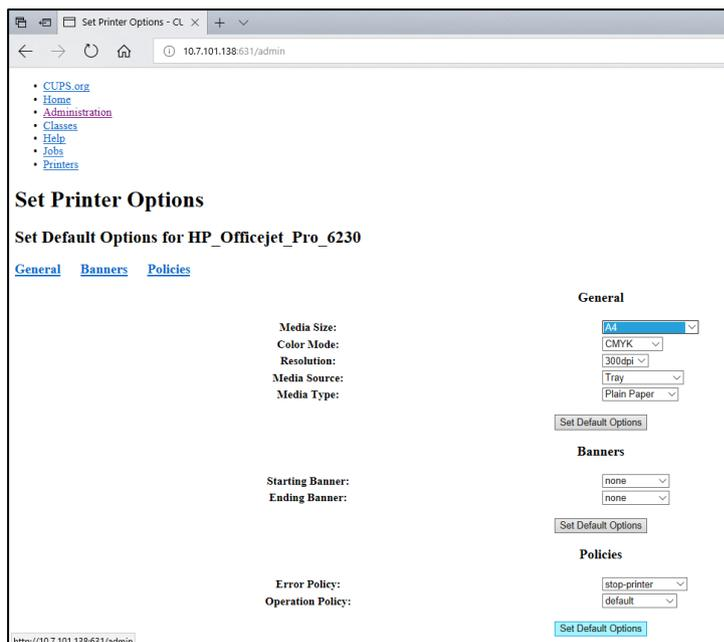

Рис. 78. Правильный выбор формата материалов для печати.
7. Необходимо правильно выбрать **Media Size** (Формат материалов для печати), например «A4», поскольку некоторые принтеры не печатают данные, если формат бумаги задан неправильно. Затем сохраните настройки нажатием кнопки **Set Default Options** (Задать параметры по умолчанию) (рис. 78).